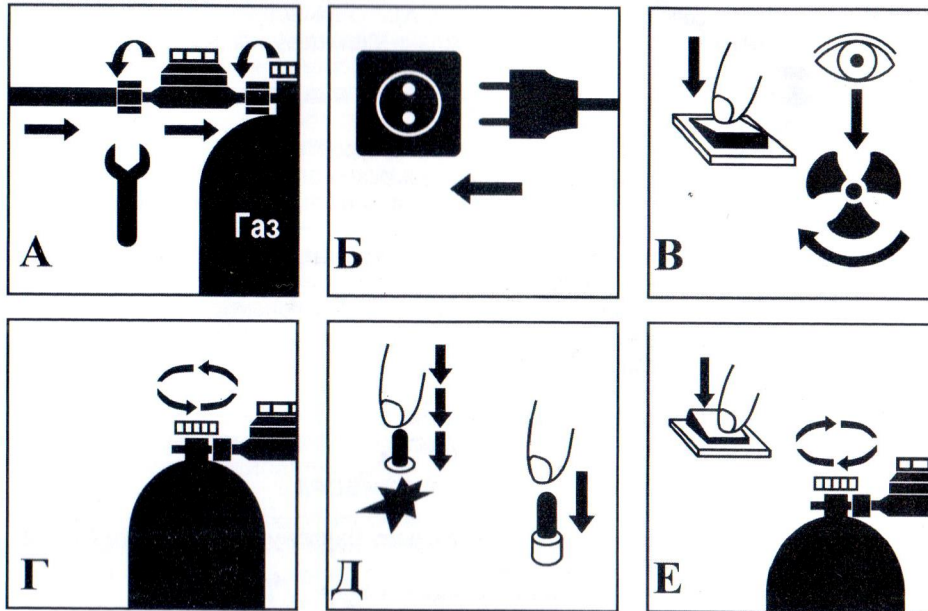

Рис.2. Подключение и отключение прибора.
поворотом против часовой стрелки (см. рис.2, А).
6.9. Подключите сетевой шнур прибора к электросети (см.рис.2,Б).
7.1. После подключения прибора к газовому баллону и электросети (рис. 2, А,Б) произведите следующие операции:
- включите вентилятор с помощью выключателя "  " (рис.2В), убедитесь, что вентилятор вышел на рабочие обороты, для исключения взрыва паров газа, скопившихся в камере сгорания;
- откройте вентиль газового баллона (рис.2Г);
- нажмите кнопку предохранительного клапана (желтая) и, удерживая ее в таком положении, периодически нажимайте на пьезоэлектрический пуск (красная) (рис.2Д);